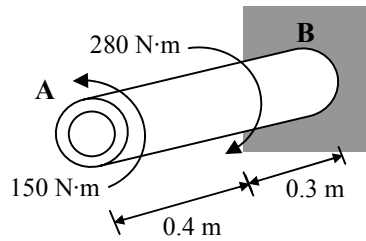

Figure 4
4. A copper pipe has an outer diameter of 40 mm and an inner diameter of 37 mm. If it is tightly secured to the wall at B and two torques are applied to it as shown in Figure 4, determine:
4. Un tuyau de cuivre a un diamètre extérieur de 40 mm et un diamètre intérieur de 37 mm. Si celui-ci est fixé fermement au mur en B et que deux couples de torsion sont appliqués tel qu'illustré à la Figure 4, déterminez: